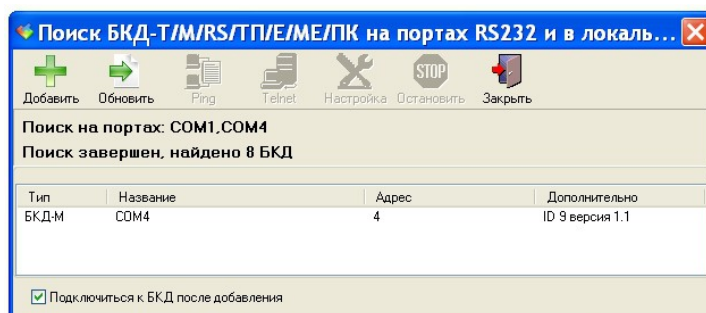

Рисунок 6 - Список найденных мастер-устройств
5) Подключиться к найденному USB-433 (виртуальному БКД-М) кнопкой «Добавить» (рисунок 6).